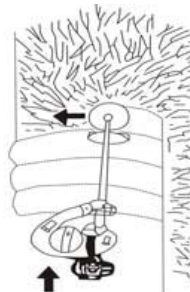

Fig.20
2. Movimente o roçador da esquerda para a direita. Se estiver a cortar relva com o lado esquerdo da cabeça, a cabeça pode projectar alguns objectos na direcção do operador, o que constitui um risco. Nunca use o lado esquerdo da cabeça de fio de nylon para cortar relva. Fig.20.